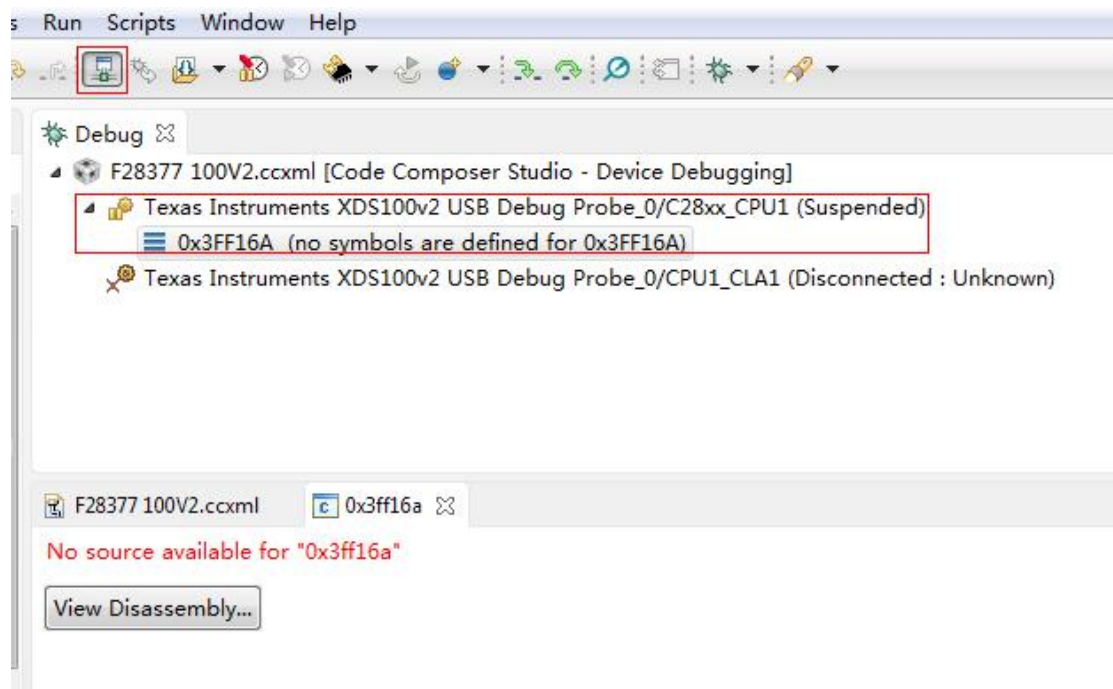

图 3-8-1 连接界面
- (1) 首先将 CCS6.1 开发环境打开;
- (2) 接着把仿真器的 USB 与电脑进行连接, 将仿真器的另一端 JATG 端插到 YX-F28377 开发板的 JATG 针处 (注意仿真器插入方向, 请仔细核对防差错针的位置);
- (3) 连接目标板, 出现如下图 3-8-1 则表示连接成功;